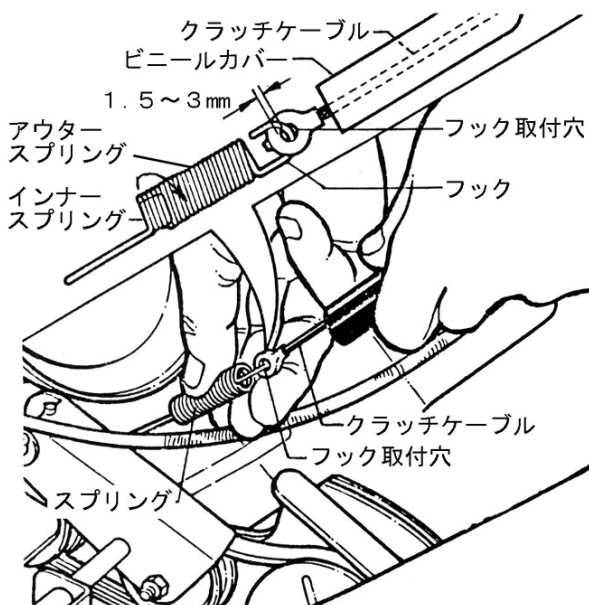

図6-4
1. エンジンを停止して、クラッチレバーを放した状態でスプリングのフックとクラッチケーブルのフック取付穴との遊びを点検します。適切に調節されているときは、1.5～3ミリの遊びがあります。(図6-4)
3. 遊びがないとクラッチレバーを放しても、ベルトの張りが完全ゆるまないため、停止しなかったり、たとえ停止してもベルトに負荷がかかったまま、プーリーが空転するためベルトの寿命を著しく縮めます。(図6-4)